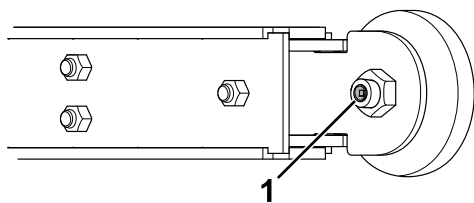

Figure 9
4. Nettoyez le graisseur avec un chiffon (Figure 9).